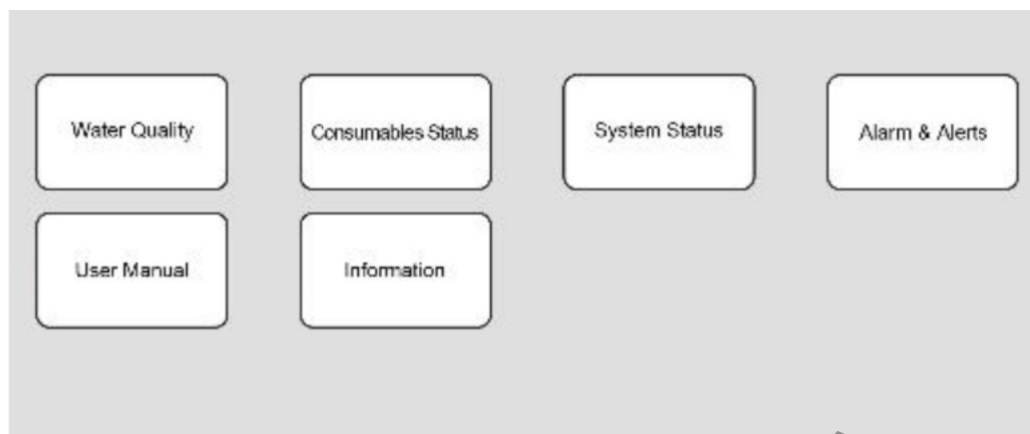

Figura 8. Página 2 de la consola de control del equipo, mostrando los diferentes menús de información a los cuales se pueden acceder.
- 7.2.1** Deslice un dedo hacia la derecha en la página principal del controlador del equipo para pasar a la siguiente pantalla. La página 2 es un menú de información que contiene detalles sobre el estado e historial del sistema (Figura 8).